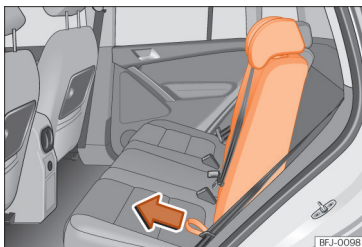

Рис. 94 Складання й розкладання спинки заднього сидіння.
- Тримавши спинку рукою, потягніть ремінець >>> **рис. 94** у напрямку стрілки, а тоді повільно опускайте спинку вперед >>> **Δ**.